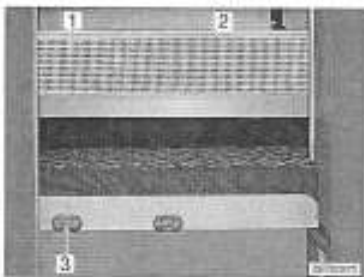

Fig. 81 Filet de sécurité
- Accrocher :** ■ Accrocher l'échelle de montée par les longerons sur le bandeau (Fig. 81,3) installé sur le cache.
- Filet de sécurité** Le filet de sécurité (Fig. 81,1) de série est rangé entre le matelas et le sommier à lattes. Ne tendre le filet de sécurité qu'une fois que la personne se trouve dans le lit.
- Tendre :** ■ Faire s'enclencher les sangles de retenue (Fig. 81,2) dans les œillets du plafond.